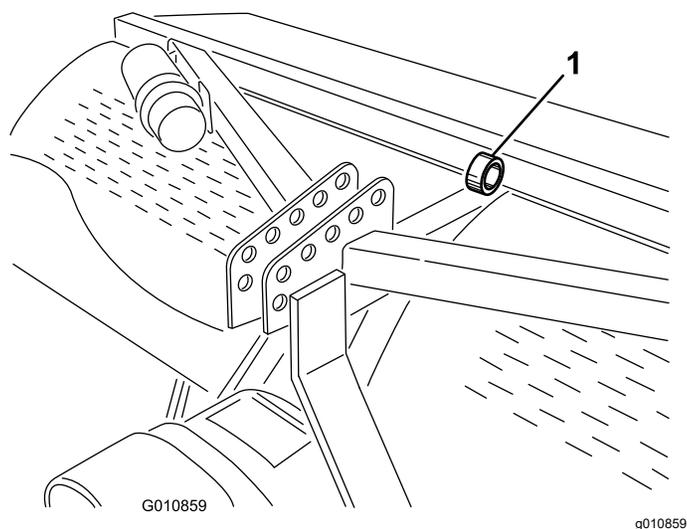

Рисунок 41
**Примечание:** Для подъема аэратора можно использовать подъемное устройство. В качестве точки крепления подъемного устройства используйте прошину на рабочем органе аэратора (Рисунок 41). Убедитесь, что подъемное устройство имеет достаточную грузоподъемность. См. Технические характеристики \(страница 25\).